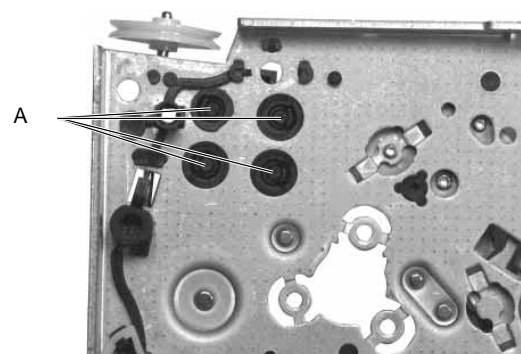

Fig. 16
- Extraire les quatre goujons de sûreté (A, Fig. 16) par le bas et retirer le support du moteur.
- Push out the four securing bolts (A, Fig. 16) from the bottom and remove the motor holder.